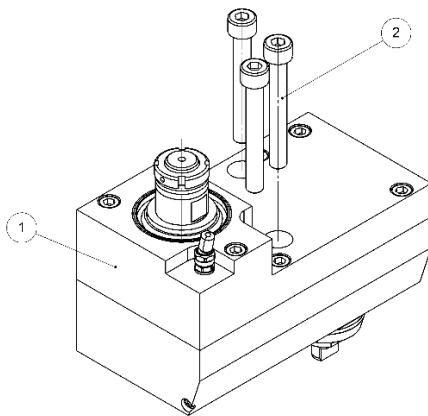
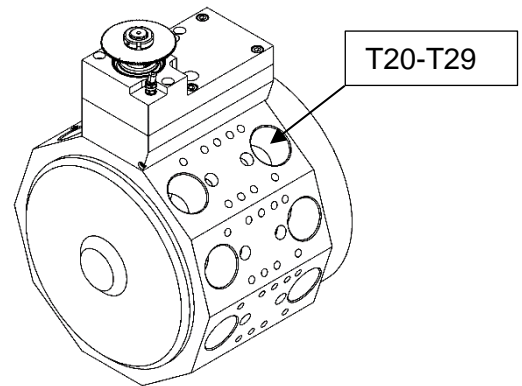

Figure 1
Figure 2
Pour fixer le porte outil (fig.1, pos. 1), centrer la queue dans les positions T20 à T29 de la machine (fig. 2). Serrer les 3 vis M8 (fig.1, pos. 2).